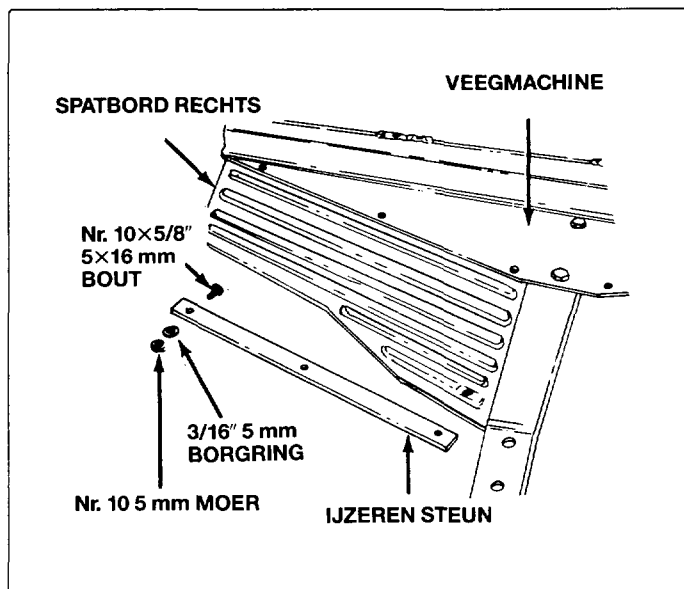

Fig 4
3. Monteer het linker en het rechter spatbord op de veegmachine met zes sleufkopbouten 4×16 mm (nr. 10×5/8"), borgringen, moeren en twee ijzeren steunen. Zie fig. 4.